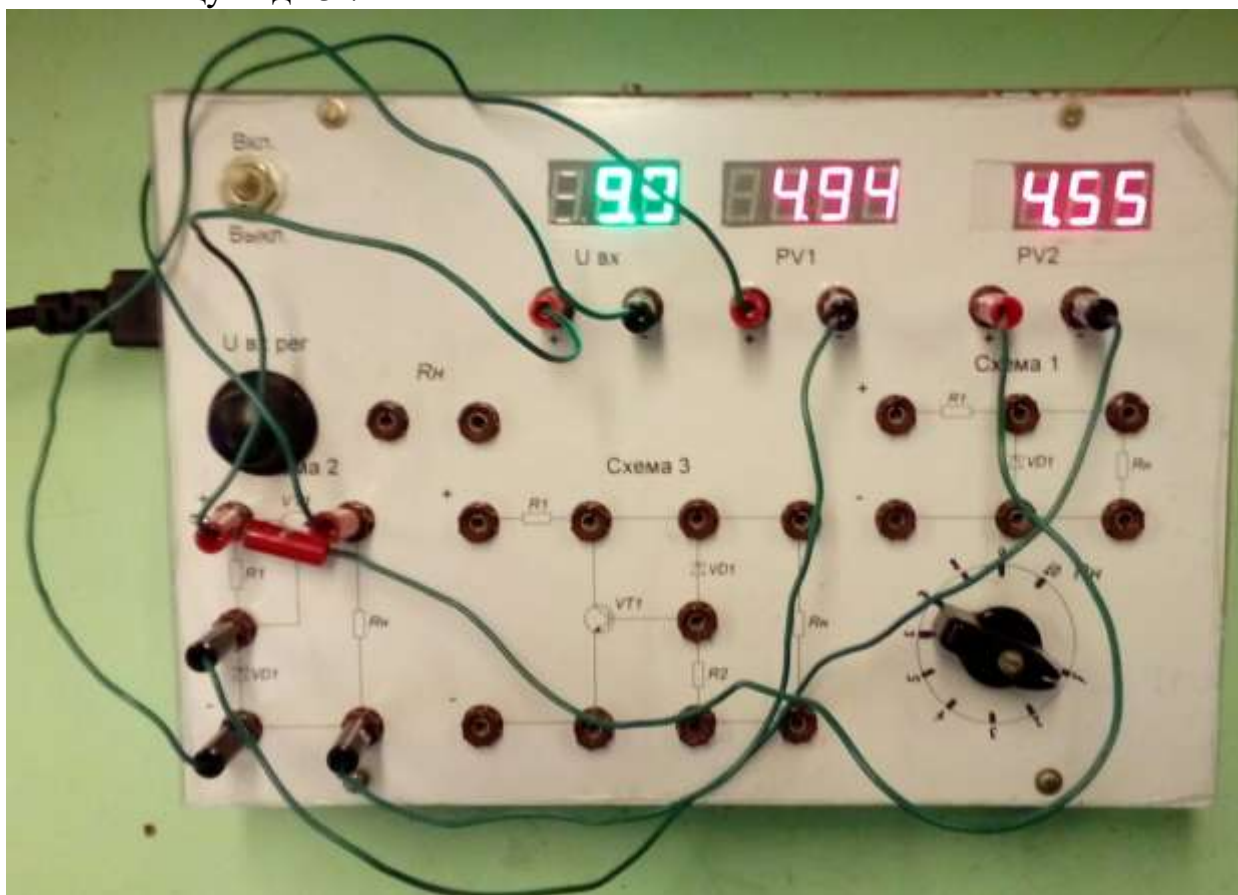

Рисунок 3.4 – Схема подключения приборов для исследования транзисторного стабилизатора напряжения последовательного типа
- Верните галетный переключатель в 1-ое положение. Выключите питание стенда. Подключите измерительные приборы к схеме транзисторного стабилизатора последовательного типа, используя для измерения входного напряжения вольтметр $U_{вх}$, для измерения напряжения на нагрузке – вольтметр PV1, а для измерения напряжения на гасящем сопротивлении – вольтметр PV2 (рисунок 3.4).